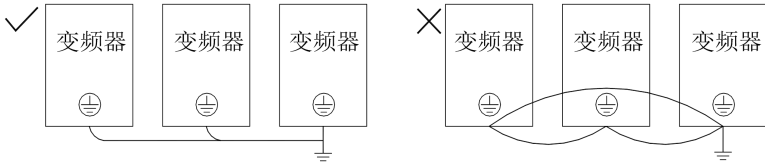

图 3- 11 接地线连接方法
- 同时使用两台以上变频器的场合，请勿将接地线形成回路。正确接地方法与错误接地方法如图 3- 11 所示。